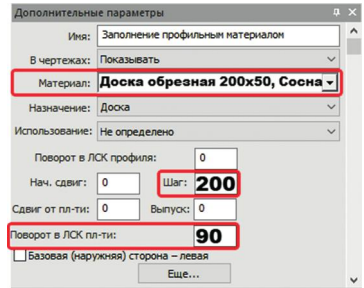

рис. 108
3. На панели **Дополнительные параметры** задайте параметры заполнения так, как на рис. 108.